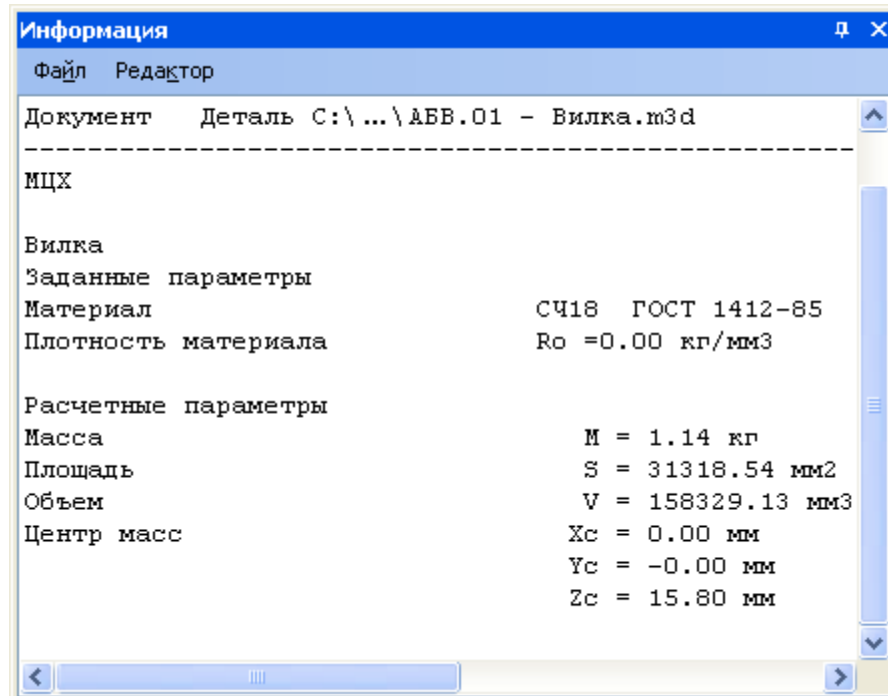

Рисунок 88.
- Ознакомьтесь с результатами расчетов (рис. 88).